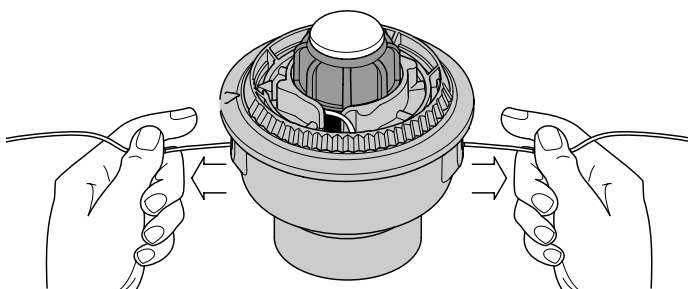

Fig. 13
9. Si le rembobinage du fil devient difficile ou si le fil se coince, tirez-en les extrémités de la bobine. Continuez de rembobiner le moulinet intérieur vers la gauche (Fig. 13).
4. Maintenez le moulinet intérieur et installez le bouton de butée, le ressort, et le joint en mousse en poussant le bouton de butée vers le bas et en le tournant à droite. Saisissez les extrémités et tirez fermement pour dégager le fil des fentes de retenue du moulinet intérieur. (Fig. 13).
Si le SpeedSpool^{MD} ne déroule pas le fil correctement, tirez fermement les extrémités du fil loin de la bobine (Fig. 13). Si cela ne suffit pas, suivez les instructions de nettoyage du SpeedSpool^{MD} ci-dessous.